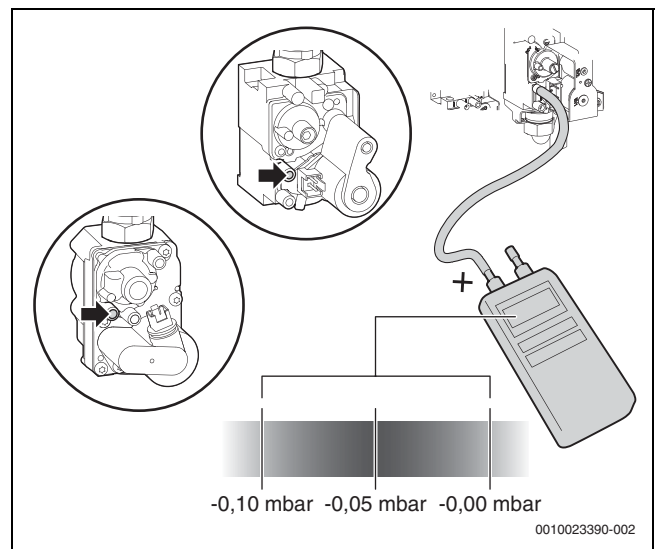

Bild 49 Differenzdruck messen
- ▶ Differenzdruck des Gasventils messen (→ Bild 49). Der optimale Differenzdruck beträgt  $-0,05 \text{ mbar}$ .